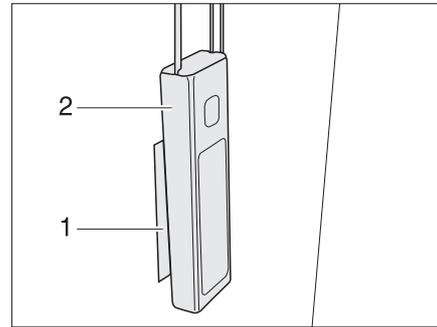

Bild 67 Schnurbeschwerer
- Schnurbeschwerer (Bild 67,2) auf den Klettverschluss (Bild 67,1) drücken.
- Schnurbeschwerer (Bild 67,2) vom Klettverschluss (Bild 67,1) abnehmen.